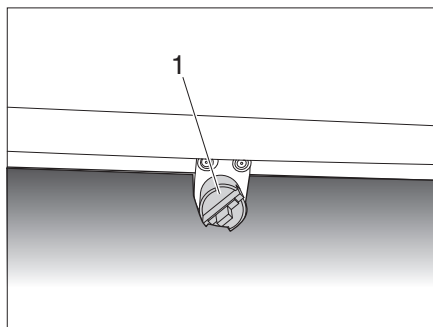
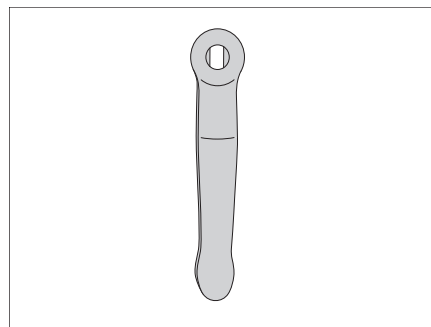
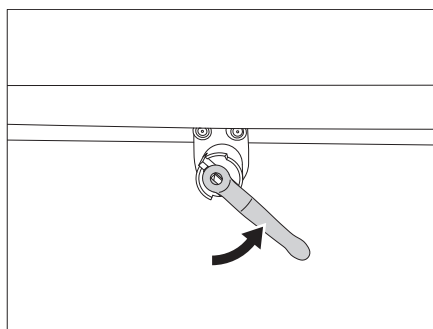

Figura 69 Desagüe del depósito de aguas residuales
Figura 70 Llave del depósito
Figura 71 Abrir el grifo para la eliminación de aguas residuales
- Insertar la llave del depósito (Figura 70) en el dispositivo de desagüe (Figura 69,1).
- Para abrir el grifo para la eliminación de aguas residuales, girar un cuarto de vuelta en sentido antihorario (Figura 71) la llave del depósito (Figura 70).
- Para cerrar el grifo para la eliminación de aguas residuales, girar la llave del depósito (Figura 70) en el sentido de las agujas del reloj de regreso hasta el tope.
- Asegurarse de que el orificio de drenaje en el interior del depósito de agua potable (Figura 67), el grifo para la eliminación de aguas residuales (Figura 69, 1) y la válvula de seguridad de la caldera de agua caliente esté cerrada.